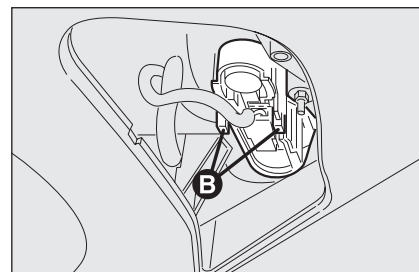

fig. 32
- estrarre il gruppo portalampe agendo sulle linguette di ritengo **B**-fig. 32;
- reinserire il gruppo portalampane fissandolo correttamente in posizione mediante le linguette di ritegno **B-fig. 32**;
- estrarre il gruppo portalampane agendo sulle linguette di ritegno **B-fig. 32**;